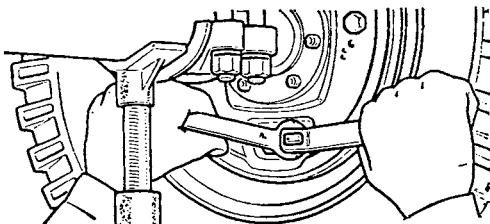

Рис. 100. Регулировка тормозных колодок заднего колеса с помощью опорных пальцев
3. Нажав на педаль тормоза усилием 12...16 кгс·м, подведите поворотом опорных пальцев концы колодок со стороны пальцев до упора в барабан (рис. 100). Затем затяните в этом положении гайки опорных пальцев, не допуская при этом их поворота.